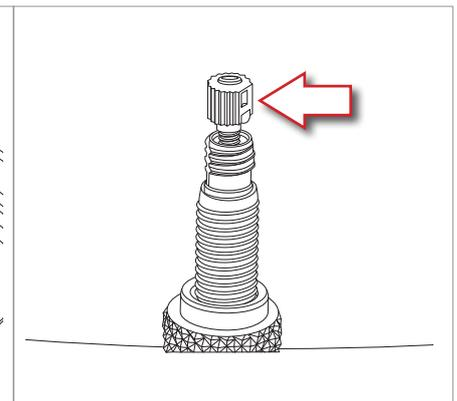

Fig.16
- Compruebe que la válvula esté en posición totalmente abierta (Fig. 16).